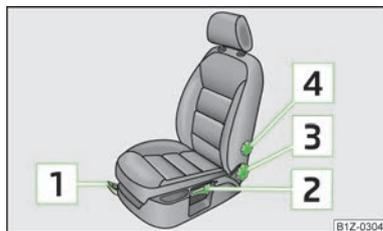

Fig. 40
- Tirar de la palanca **1** » fig. 40 hacia arriba, desplazando al mismo tiempo el asiento hasta la posición deseada.
- Si se quiere subir el asiento, tirar de la palanca **2** » fig. 40 hacia arriba o bombear.
- Descargar el respaldo (no apoyarse en él) y girar la ruedecilla de mano **3** » fig. 40 para ajustar la inclinación del respaldo deseada.
- Girar la palanca **4** » fig. 40 hasta que se ajuste la curvatura óptima en la zona lumbar.